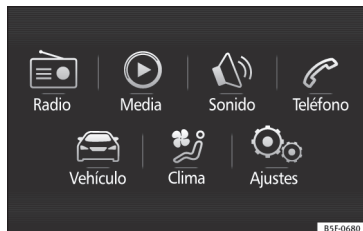

Abb. 41 Siehe Einbauort auf S. 9-10
- Drücken Sie die Taste **MENU** des Systems und vorher den Knopf **CAR** » Abb. 41, oder die Taste **CAR** des Systems, um zum Menü **CAR** » Abb. 42 zu gehen.